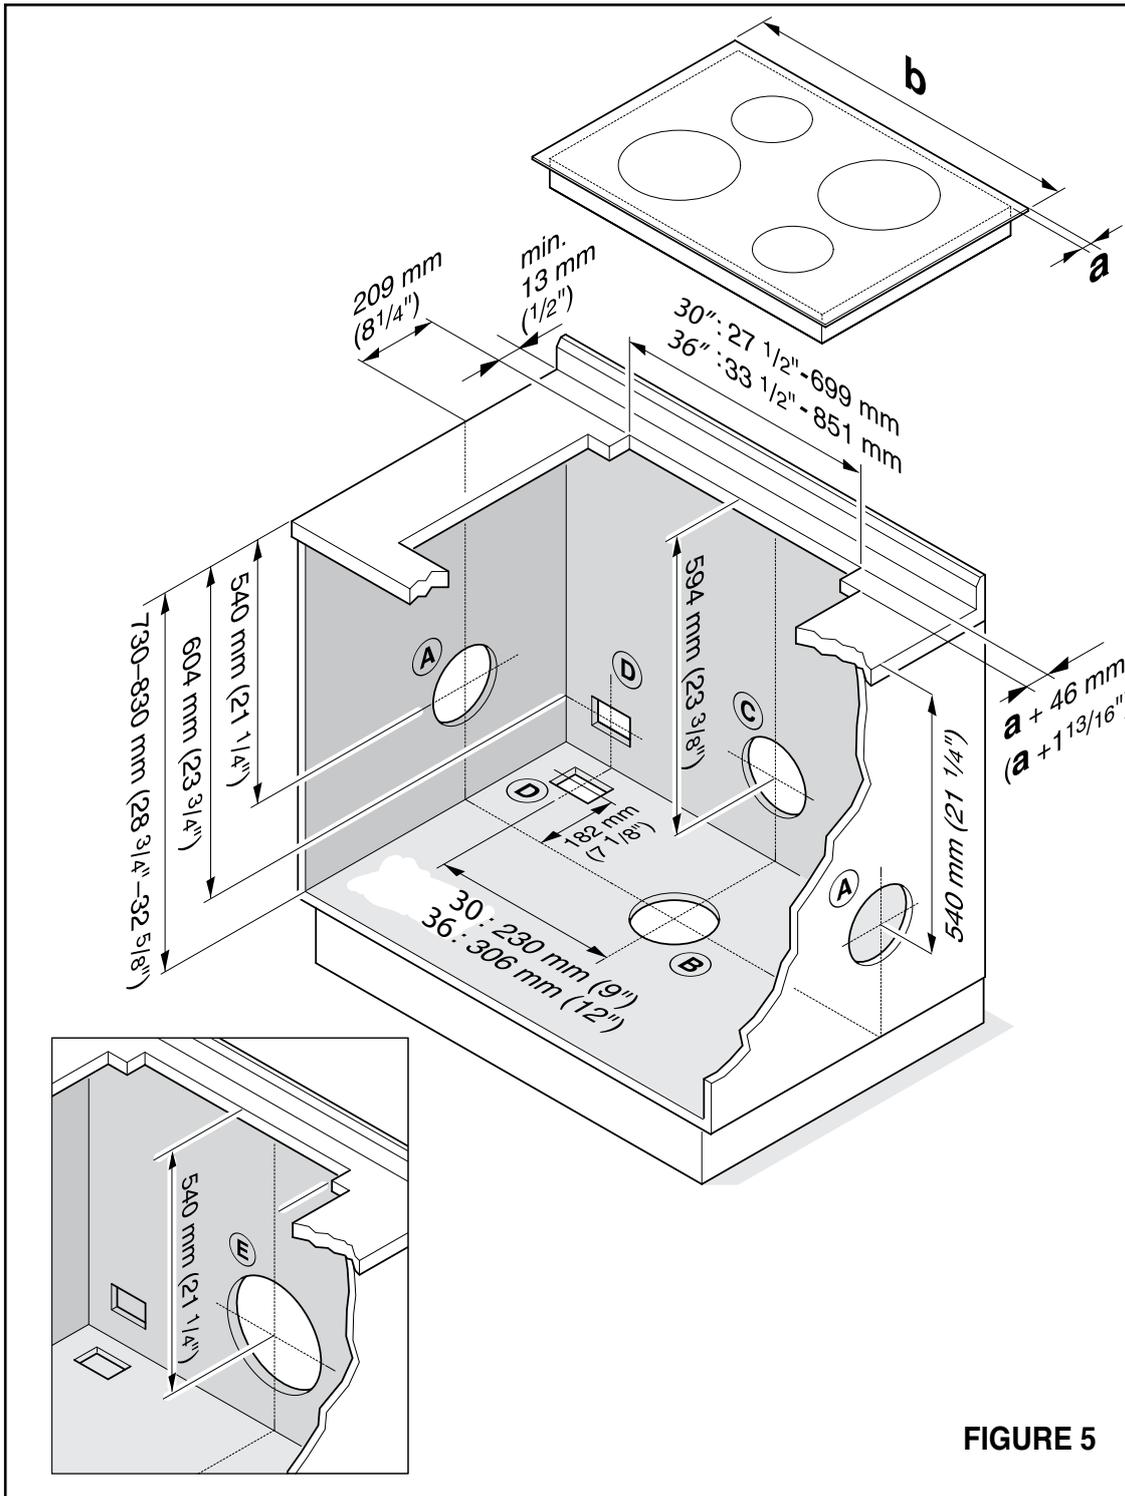
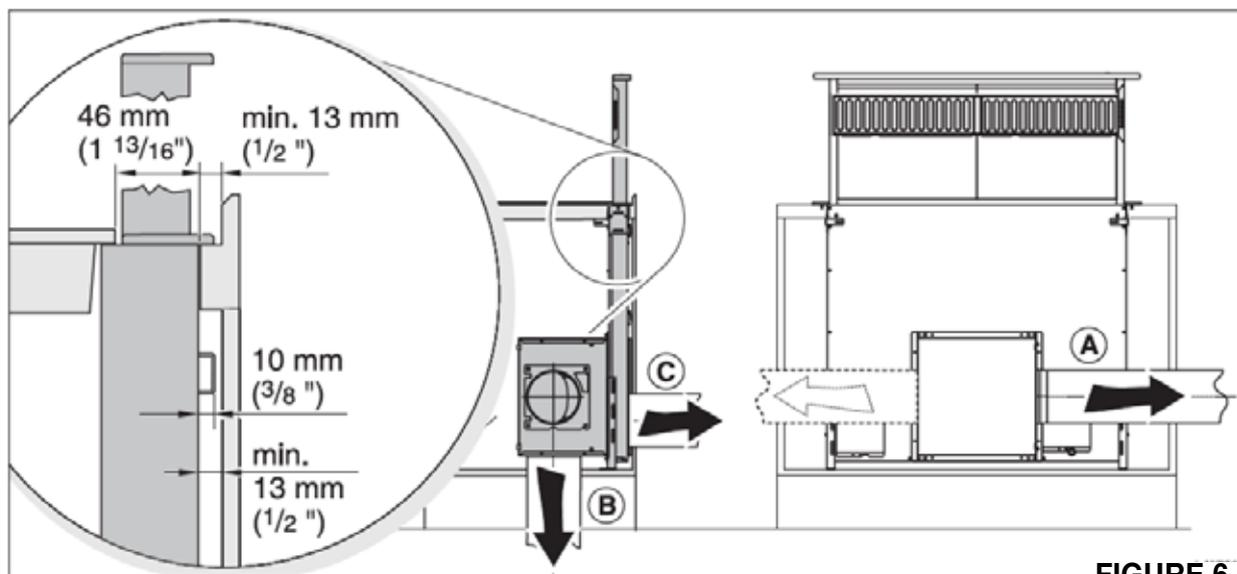

FIGURE 5
FIGURE 6
Voir la page précédente à la figure 5, et la figure 6 ci-dessus à titre de référence. Lorsque vous utilisez le ventilateur interne IBDD600-B installé sur le devant de la utilisation de l'appareil 6 "Trous ronds conduits pour conduits sont indiqués sur la figure 5, 6 :
Voir la figure 5, (D) Faites passer le cordon d'alimentation et vers le bas des câbles de commande ou à l'arrière quand l'aide d'une soufflerie à distance.
Voir figure 5 (e) Lors de l'utilisation de la télécommande soufflerie, l'installation de 10 "conduits à l'arrière. Si vous installez le conduits d'échappement à l'avant, les autorisations appropriées doivent être maintenu dans l'armoire.